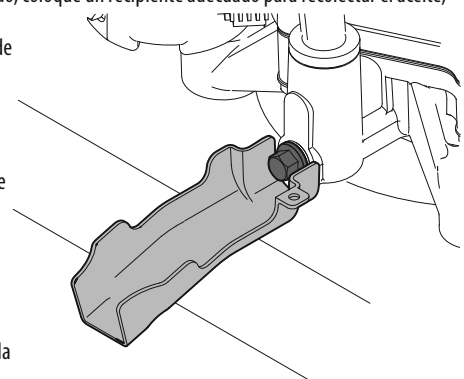

Figura 25
- Coloque el extremo pequeño de la manga de drenado de aceite en el cárter de aceite. Consulte la Figura 25.